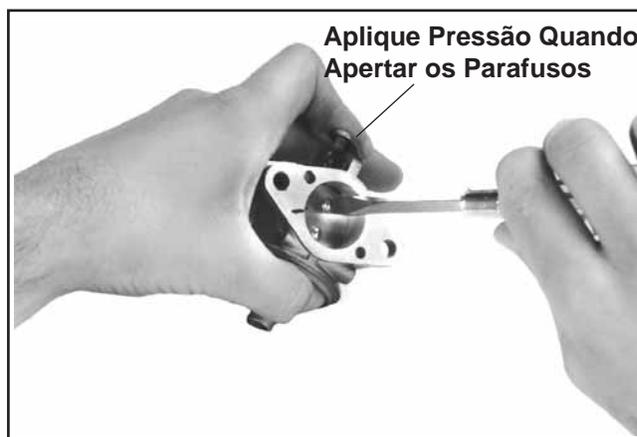

Figura 5-12. Instalar o Veio/a Alavanca da Borboleta.
4. Exerça pressão com o dedo sobre o veio/a alavanca da borboleta para mantê-la firmemente assente contra o pivô no corpo do carburador. Rode o veio da borboleta até que a placa da borboleta feche o orifício em volta de todo o seu perímetro; depois aperte os parafusos. Consulte a Figura 5-12.